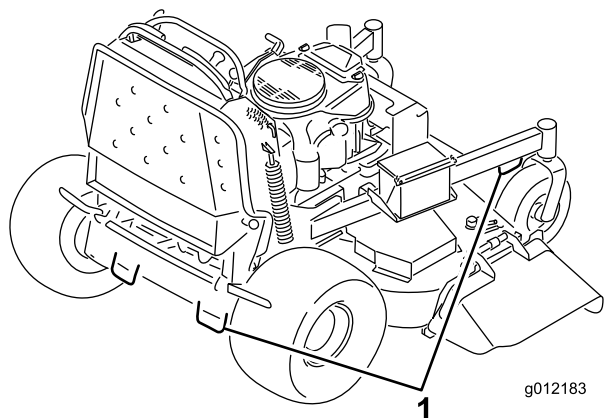

図 25
6. マシンにはロープ固定用のアイがついているので、チェーンやロープなどを使ってトラックやトレーラに機体をしっかりと固定する（図 25）